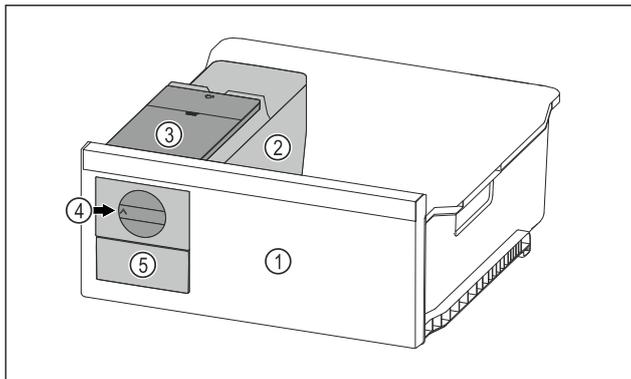

*Fig. 78 Exemple de représentation de la tablette en verre*
- Placer la tablette en verre, en l'inclinant, derrière les butées. (voir Fig. 78)